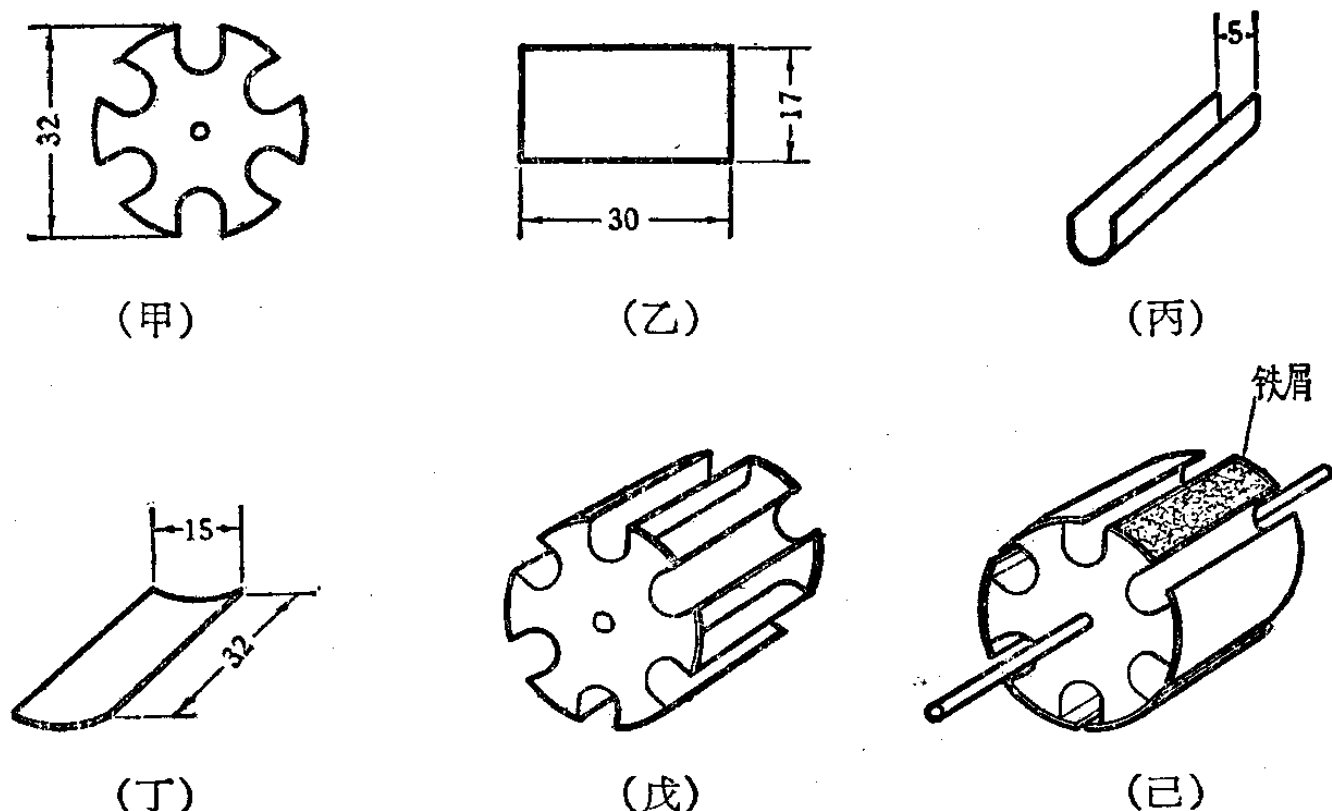

图 11-27
1. 在馬口鉄皮上用圓規照图 11-27 (甲) 的形状画好，一式两块，剪下来，越正确越好。
2. 按照图 11-27 (乙) 的尺寸，用同样的馬口鉄皮剪下六片，在細鉄棒或木棒上把它們弯成图 11-27 (丙) 的样子，圓弧的形状要密切地和图 11-27 (甲) 的六个缺口配合。
3. 用馬口鉄皮剪成图 11-27 (丁) 的样子，共需六块，作为盖子。
4. 把图 11-27 (丙) 的六个槽，分別焊在图 11-27 (甲) 的六个缺口里，焊接时要注意平整，千万不可馬虎，焊好后如图 11-27 (戊) 的样子。
5. 在中心孔里，穿入一根直径 3 毫米的鋼絲軸，焊好。再在每两个槽之間焊上图 11-27 (丁) 的盖子，先焊好五片，留一片暂时不要焊，如图 11-27 (己)。放在架子上轉动一下，看看轉得是否平稳，如有問題要細心加以修正，一定要轉得很平稳。
7. 用厚紙按图 11-27 (甲) 剪下两片，把它們用胶水貼在电枢的两个側面。电枢的每一个槽里，衬一两层薄而牢韌的紙(油印用的蜡紙很适宜)作絕緣，然后开始繞綫圈。